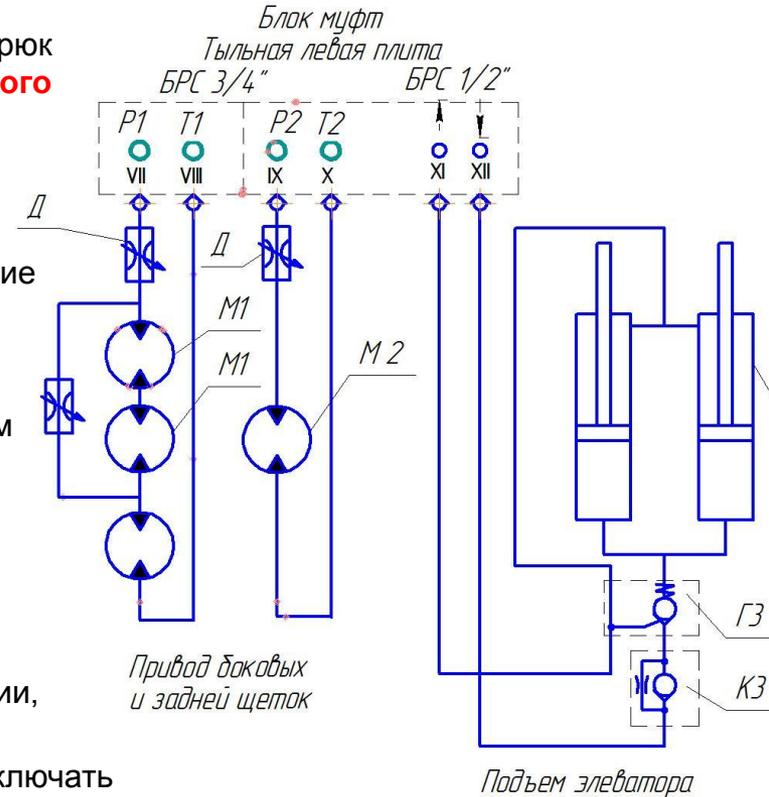

Рис.40. Схема гидравлическая.
Привод оборудования осуществляется через подающие магистрали от гидросистемы машины. Вращение щёток и элеватора осуществляется гидромоторами М1 и М2, рис.40. Управление оборудованием с помощью соответствующих клавиш на пульте из кабины оператора. Регулировка частоты вращения щеток и элеватора при помощи дросселей Д1 и Д2, в передней части оборудования.
5. Подключите гидравлические разъёмы (БРС) в соответствии со схемами Рис.40 и Рис.18. стр.28. Проверьте правильность подключения БРС при помощи включения клавиш на панели управления Рис.2. (на работающем ДВС с включенной КОМ). Вращение щеток клавиша «СЩ», вращение элеватора «ПО», подъём-опускание «Комбайн» Рис.3.